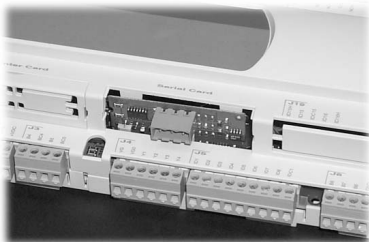

Fig. 3
3. Inserire la scheda opzionale nel corrispondente connettore a pettine, assicurandosi che la scheda sia ben inserita e a contatto dei due appoggi posti sul contenitore del pCO²/pCO¹ (vedi Fig. 3).
3. Insert the optional board in the corresponding plug-in connector, making sure that the board is properly fitted and rests against the two plastic supports on the pCO²/pCO¹ case (see Fig. 3).